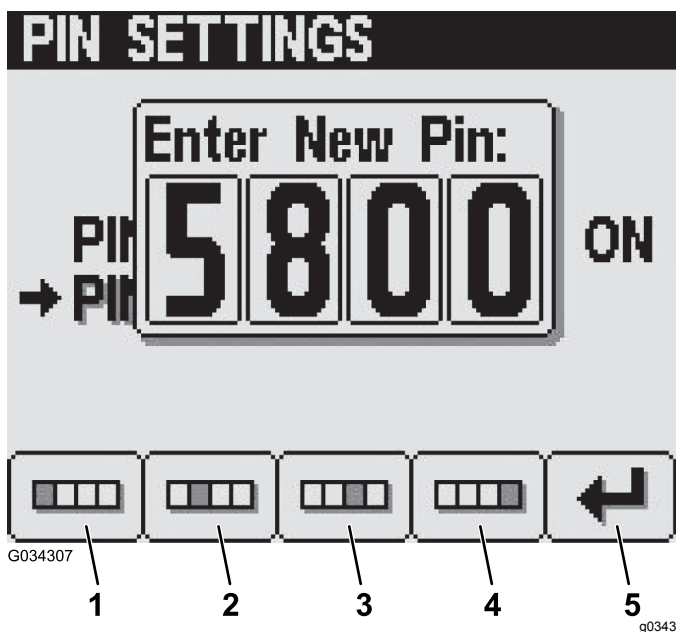

Figura 36
5. Introduza o novo PIN utilizando os botões 1 a 4 e prima o botão 5 para introduzir o novo PIN no InfoCenter (Figura 36).